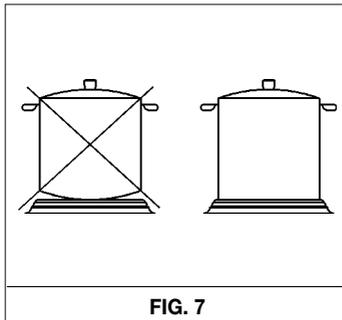

FIG. 7
- **Utilizzare pentole con fondo piano e di alto spessore (vedi fig. 7).**